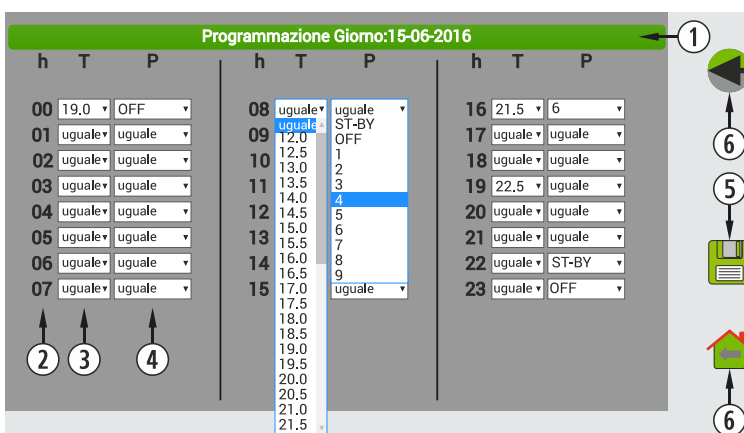

Figura 49
È importante validare la menzionata selezione premendo salvare (punto ⑤, *figura 49*) dopo aver realizzato la programmazione.
①	Schemi 1 - 7.
②	Ritorno allo schermo precedente.
③	Applicare il cambiamento sulle programmazioni precedenti.
④	Ritorno alla schermo principale.